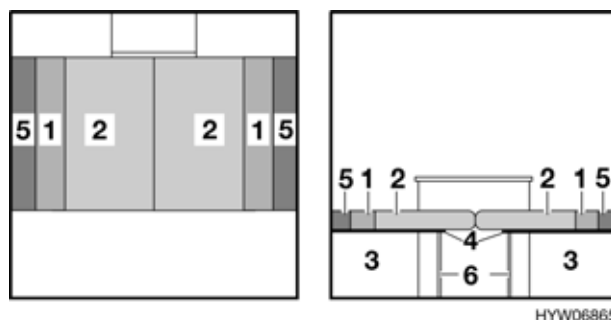

Fig. 101 Dopo la trasformazione in letto matrimoniale
- Estrarre completamente il telaio portamaterasso (Fig. 101,4).
- Aprire i puntelli del telaio portamaterasso (Fig. 101,6).
- Piazzare il cuscino dello schienale (Fig. 101,1) e il cuscino aggiuntivo (Fig. 101,5) tra il cuscino del divano (Fig. 101,2) e la parete esterna.